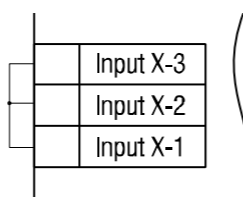

Fig. 10 Corto circuito de una entrada no habilitada (Input = Entrada)
- Entradas no habilitadas (parámetro tipo de sensor „Sensor type“ = OFF) deben ser cortocircuitadas según Fig. 10.